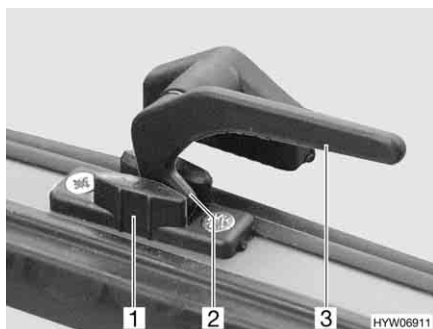

Fig. 27 Leva di serraggio in posizione "Aerazione continua"
- In posizione di "Aerazione continua" (Fig. 27)
- Ruotare tutte le leve di serraggio (Fig. 27,3) di un quarto di giro verso il centro della finestra.
- Girare nuovamente all'indietro tutte le leve di serraggio. Riportare contemporaneamente il nasello di chiusura (Fig. 27,2) nella rientranza della chiusura della finestra (Fig. 27,1).